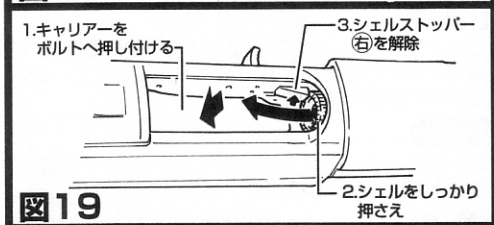

図19
ボルトハンドルを引ききりしっかり固定したまま、ポートからドライバー等を差し込み、逆シェルをチューブ内に押し戻し、シェルストッパー⑤にかけてください。逆シェルがシェルストッパーにかかると同時にボルトには抵抗がなくなりますので、ゆっくり戻してください。続いて 図19 を参考にキャリアーをボルトに押し付け、シエルの頭を押さえながら、指でストッパー⑤を解除してください。解除と同時にシェルは飛び出しますので注意。逆シェルのみを取り出してください。次シェルも少し飛び出しますので、ストッパーにかかるまで戻してください。
③ポートから給弾してしまいジャム(：シエルのリム部がボルト下)